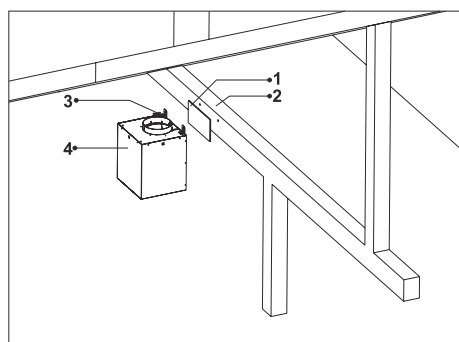

Fig. 37
**10.** Montera motorkabinettet på låkten/regeln med 2 x 5,5x60mm skruvar (Fig. 37).